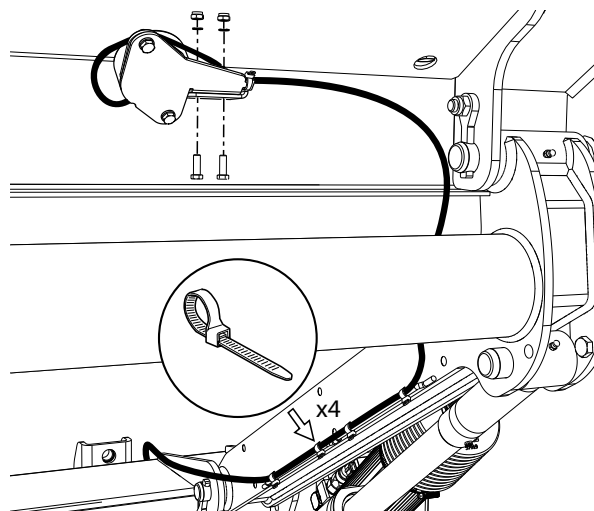

Bild 48. Montering vinkelgivare
1. Montera vinkelgivaren på plattformen, använd medföljande skruvar, muttrar och brickor och fäst kabeln med buntband, se Bild 48.